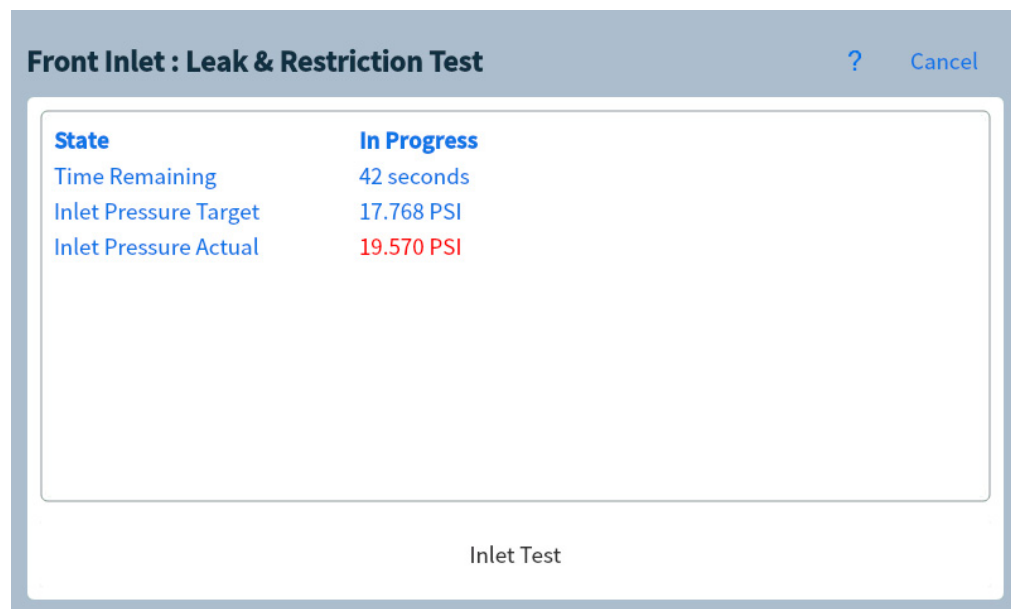

Abbildung 43. Seite „Leak & Restriction Test“ (Test auf Lecks und Verengungen)
- 3 Drücken Sie **Start Test (Test starten)**. Der Test wird eingeleitet. Nähere Angaben zum Test werden zusammen mit den Testergebnissen angezeigt. Siehe **Abbildung 43**.